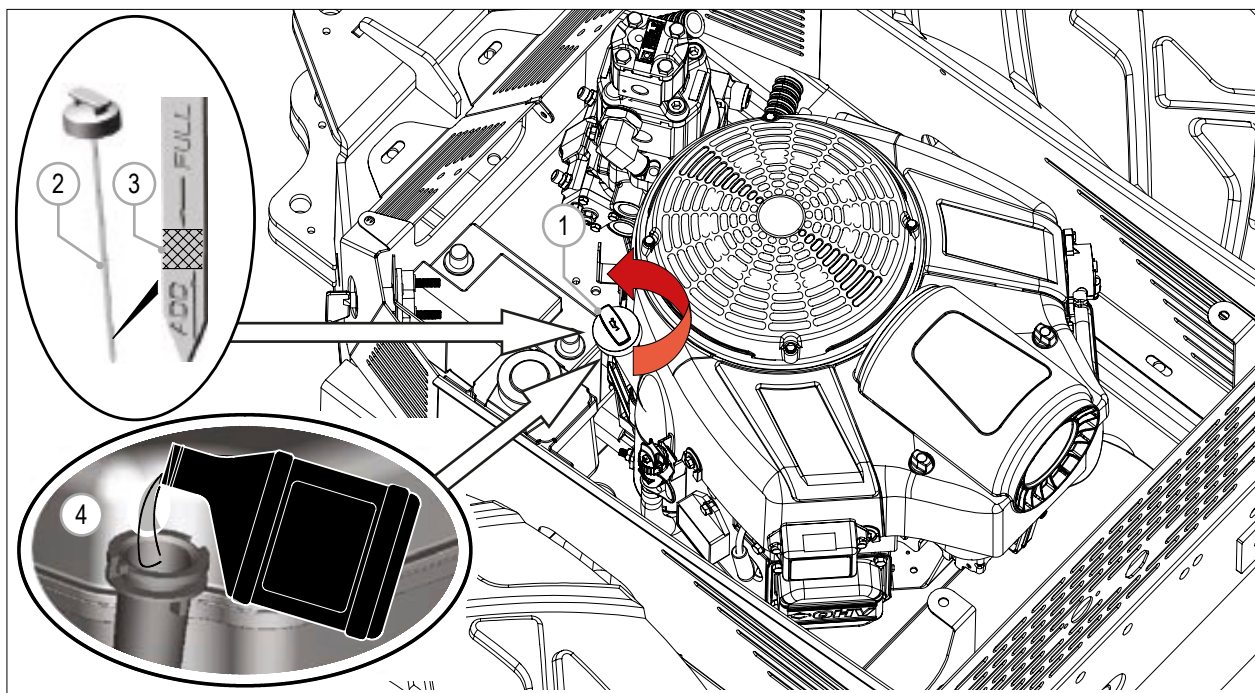

РИС. 39
- 4) Откройте крышку масляного фильтра двигателя (РИС. 39 - Сс. 1)
- 5) Найдите отметки «максимальный уровень» и «минимальный уровень» (РИС. 39 - Сс. 3) на щупе(РИС. 39 - Сс. 2).
- 6) При необходимости долейте масло (РИС. 39 - Сс. 4). Важно использовать указанный в руководстве тип масла.